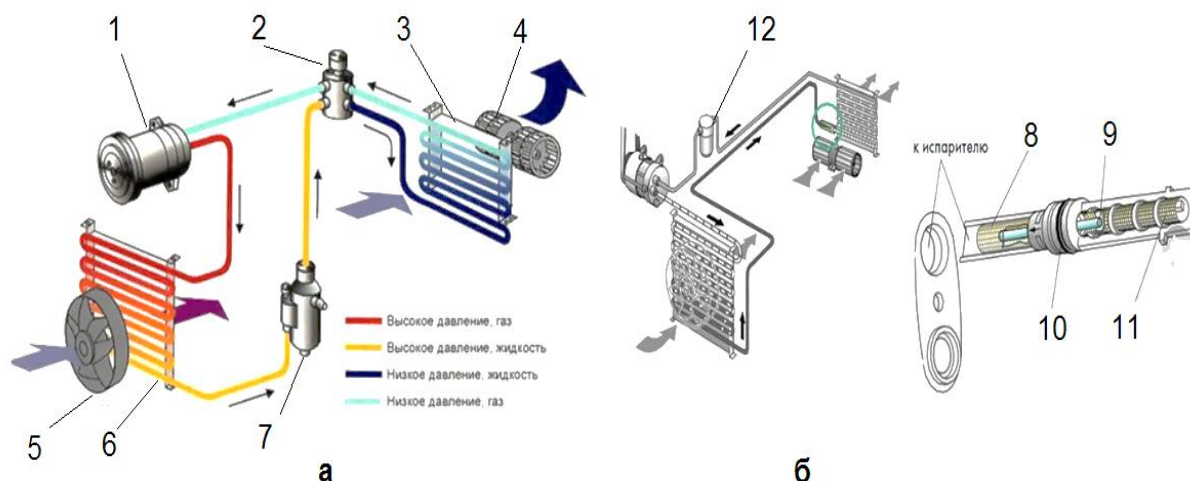

Рис. 3.1. Устройство автомобильной климатической установки:
- с аккумулятором и расширительной трубкой (рис. 3.1, б).
**Работа КУ по схеме 2.** В этой схеме (рис. 3.1, б) на выходе из испарителя установлен аккумулятор 12, где происходит удаление влаги из ХА с перегревом жидкого фреона. Функцию РО выполняет аккумулятор и фильтрующий элемент расширительной трубки 11. Аккумулятор предохраняет компрессор от попадания в него жидкого ХА, который может вывести его из строя из-за гидроудара. Компрессор в этой схеме работает циклически, получая команды на пуск (остановку) от блока управления (БУ) по сигналам с датчиков давления и температуры.
ТРВ используется не во всех КУ. Иногда применяется дроссельная трубка и аккумулятор (см. рис. 3.1, б). Дроссель выступает в качестве клапана регулировки давления, а аккумулятор – компенсационного резервуара, в котором удерживается лишний фреон. Данное устройство не содержит механических движущихся деталей и не требует регулировки в отличие от ТРВ, что обеспечивает надежность при эксплуатации, а также низкую стоимость изготовления.